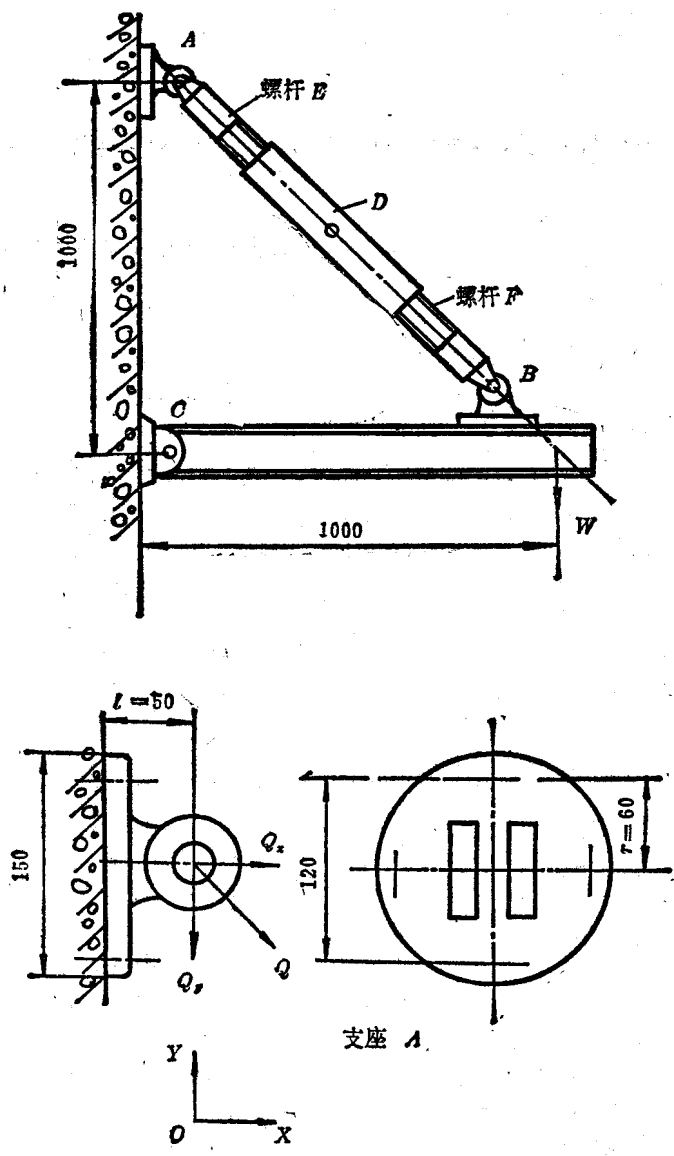

图 Z3-2 吊架
(1) 选螺母，按 GB 52-76, M 12, 高度 $H=10 \text{ mm}$
(2) 选弹簧垫圈按 GB 93-76, 垫圈 12, 厚度 $S=3.5$
(8) 选螺栓, 考虑螺母 $H=10$, 垫圈 $S=3.5$ 联接尺寸 $L_F=24$, 按 GB 30-76, 选用六角头螺栓 M 12 $\times$ 40。
*例 Z3-2 吊架由工字钢和张紧螺杆 E 、 F 组成, ABC 为三个铰接支点, 利用花兰螺母 D 调整工字钢的水平位置, 调整后加载 $W=6000$ N。支座 A 用 4 个螺栓固定在混凝土墙上。(图 Z3-2)